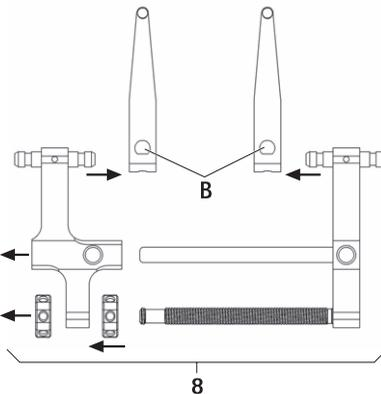

Fig. 4
- Smontare il distrattore 8 con valve da distrazione, vedere Fig. 4: azionare il pulsante B e rimuovere la valva da distrazione FW239R.